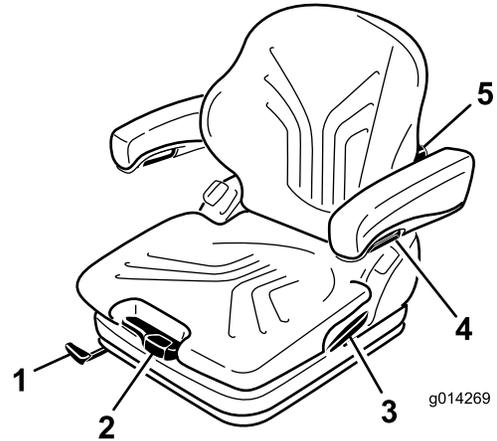

Figura 17
El asiento se ajusta para el peso del conductor tirando o presionando la palanca de ajuste de peso (Figura 17).
1. Para ajustar, levante la palanca para desbloquear el asiento (Figura 17).
Gire el pomo de ajuste hasta arriba para ajustar la curvatura de la parte superior del cojín del respaldo. Gire el pomo hasta abajo para ajustar la curvatura de la parte inferior del cojín del respaldo (Figura 17).
Para ajustar la altura de los reposabrazos, separe el tapón redondo (Figura 17) de la tapa, afloje la tuerca hexagonal (13 mm) situada detrás de la misma; ajuste los reposabrazos a la posición deseada y apriete la tuerca. Vuelva a colocar el tapón en la tuerca.
Para ajustar el ángulo del reposabrazos, gire el pomo de ajuste (Figura 17).
Tire hacia arriba de la palanca de bloqueo para liberar el cierre del respaldo (Figura 17). Mientras suelta el cierre del respaldo, no aplique carga al respaldo haciendo presión sobre el mismo.